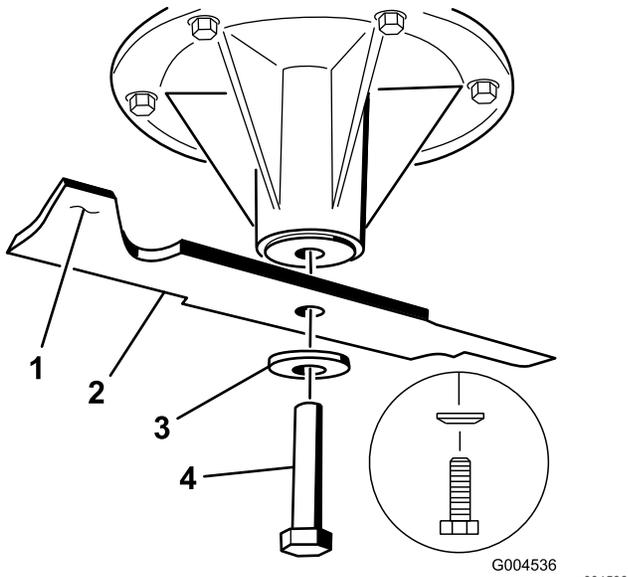

Figura 89
2. Retire a cavilha da lâmina, a anilha curva, e a lâmina do eixo (Figura 89).